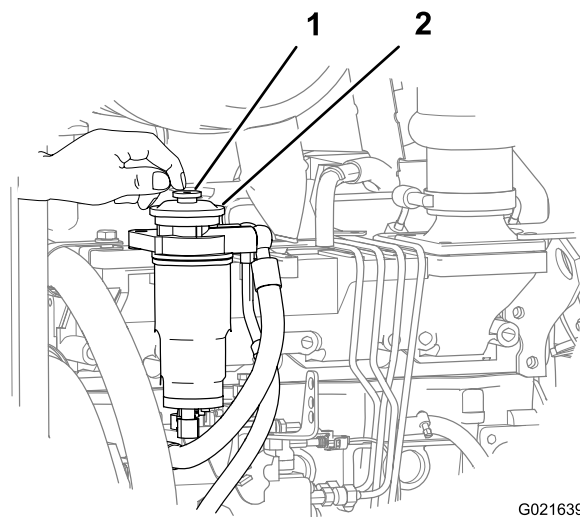

Figura 127
6. Localice el botón de cebado en la parte superior del adaptador del filtro de combustible secundario (Figura 127).
7. Pulse y suelte repetidas veces el botón de cebado hasta que note resistencia al presionar el botón de cebado (Figura 127).